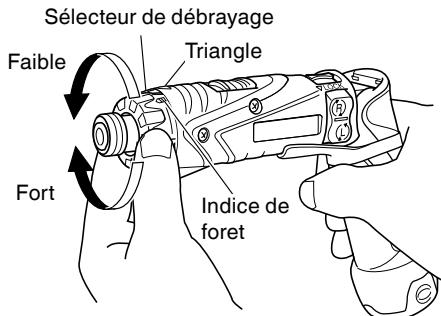

Fig. 8
6. Vérification de la position du sélecteur de débrayage (Voir Fig. 8).
- (2) Indication du couple de serrage (Voir la Fig. 8) Le couple de serrage varie en fonction du type de vis et du matériau à serrer.
(3) Réglage du couple de serrage (Voir Fig. 8)